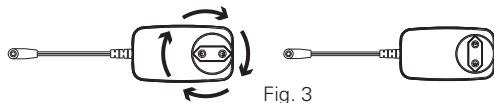

Fig. 3
4. Assemblez le câble d'alimentation et l'adaptateur en positionnant la fiche tel qu'illustré. Faites pivoter l'adaptateur dans le sens des aiguilles d'une montre jusqu'à ce qu'il s'enclenche (Fig. 3).